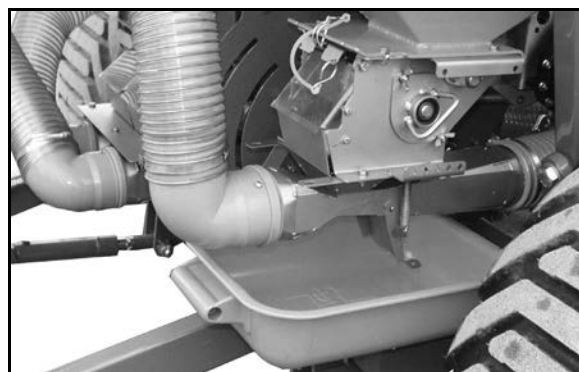

Рис. 42
4. Проконтролируйте норму внесения удобрения: установите лоток под дозатор удобрения (Рис. 42).